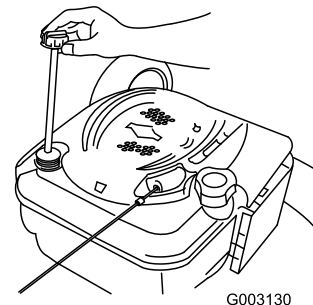

Bild 34
6. Nehmen Sie den Peilstab aus dem Öleinfüllstutzen (Bild 34).